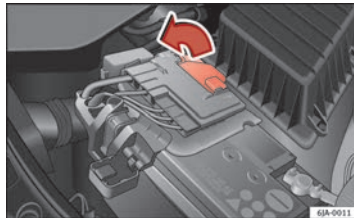

Abb. 122 Batterie: Öffnen der Abdeckung
- Öffnen Sie die Batterieabdeckung in Pfeilrichtung ⇒ Abb. 122.